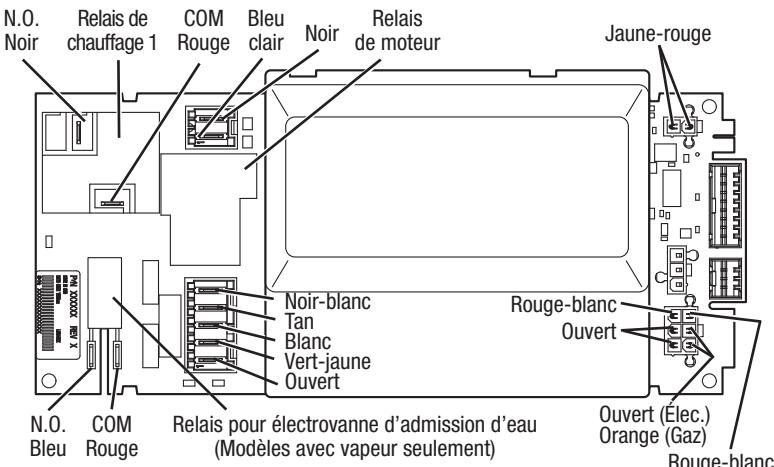

Figure 15. Module de commande électronique (l'aspect peut varier, selon le modèle).
Voir figure 15, page 56.
1. Supprimer toutes les connexions des conducteurs sur le module de commande électronique de la machine. Voir figure 15, page 56.